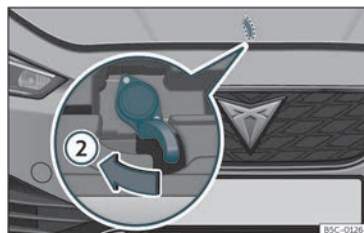

Fig. 213 Palanca baixo o capó.
- Para levantar o capó faga presión cara a esquerda coa palma da man cara abaixo na panca situada debaixo do capó, no centro >>> **fig. 213 ②**. Os ganchos de suxeición quedan desbloqueados.